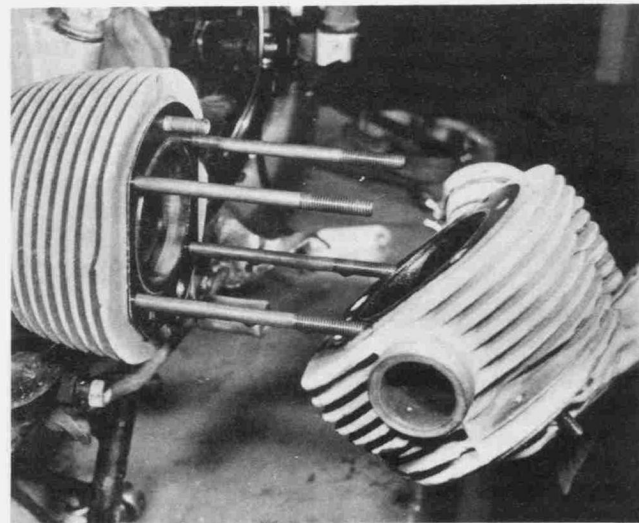

Bild 20
- Zum Schutze der Kolben empfiehlt es sich, sie vor dem vollständigen Ausbauen der Zylinderbuchsen abzustützen. Ein geschlitzter, T-förmiger Holzklotz wird so zwischen jedem Kolbenhemd und dem Kurbelgehäuse über die Stößelstange geschoben, dass er an den Zylinder-Zugankerschrauben anliegt (Bild 20).